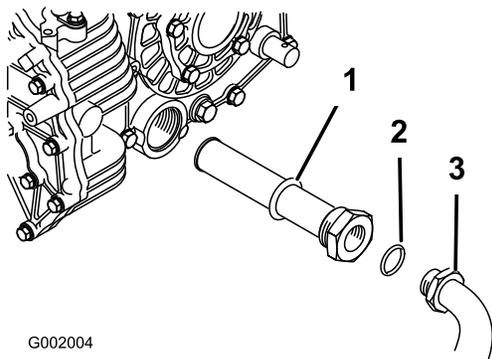

Рисунок 56
5. Снимите гидравлический шланг и прямоугольный штуцер (Рисунок 56).